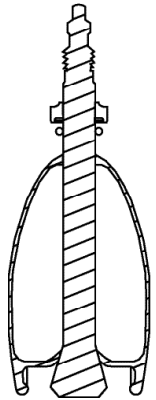

図1-A
- 外側のバルブねじ部にねじ込まれているロックナット(図1-A)を外します。バルブをリムのバルブ穴に挿入します。
- 先に外したロックナット(図1-A)をバルブにねじ込み、バルブがリムに対して所定の位置に固定されるようにします。